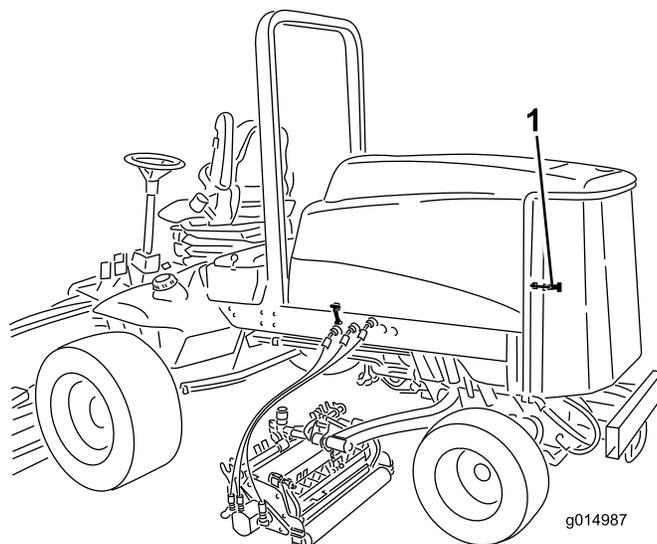

Figura 76
1. Desenganche y abra la rejilla trasera (Figura 76). Limpie a fondo cualquier residuo de la rejilla.